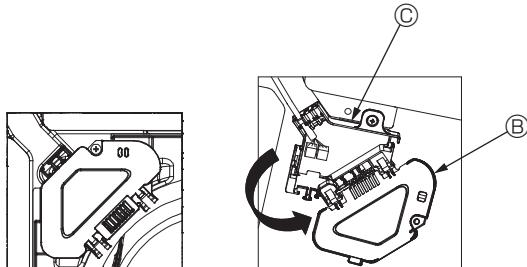

Fig. 5-5
- ③ Retire el tornillo que sujetla la cubierta de la caja de conexión, y luego abra la cubierta. (Fig. 5-5)
- ④ Coloque el conector del cable de enlace en la caja de conexión.
- ⑤ Instale la cubierta de alambre y la cubierta de la caja de conexión.